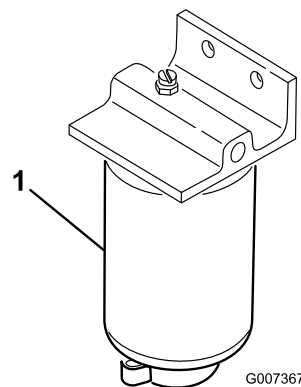

Figura 53
1. Mettete un contenitore pulito sotto il filtro del carburante (Figura 53).